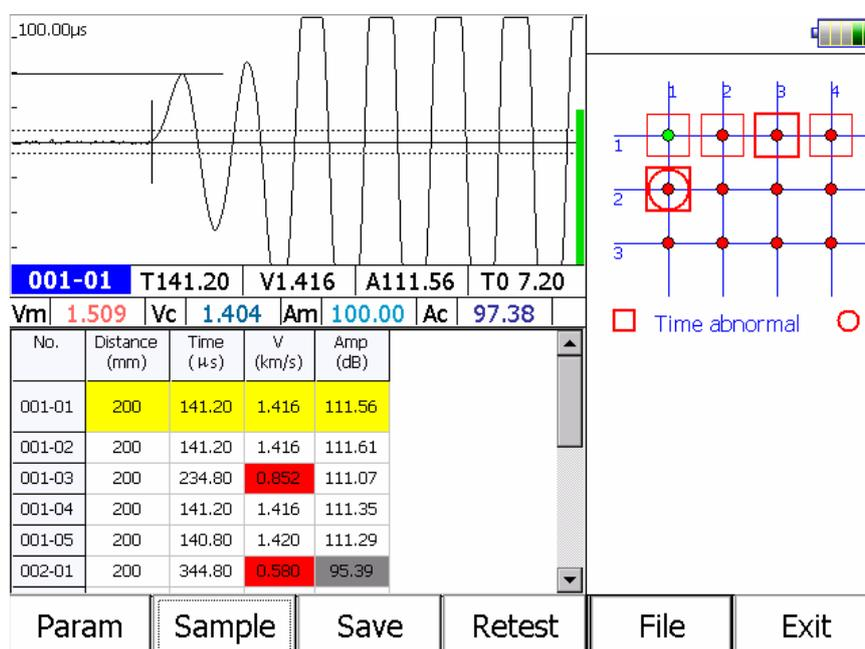

Figura 6.1 Interfaccia principale del test di integrità del palo
Premere **Detecting Defects of Concrete** (rileva difetti del calcestruzzo) nell'interfaccia di avvio, quindi eseguire il software con metodo a ultrasuoni per il rilevamento dell'area dei difetti e di dei vuoti (in seguito denominato "test di crack") come illustrato nella Figura 6.1.
- 1) **Area dei pulsanti funzione:** consiste principalmente delle funzioni **Parameter**, **Sample**, **File** e altre serie di pulsanti, come mostrato nella Figura 6.1. Ogni pulsante può implementare una funzione comune; quando il colore del pulsante è grigio, significa che questa funzione non è valida in tali condizioni.